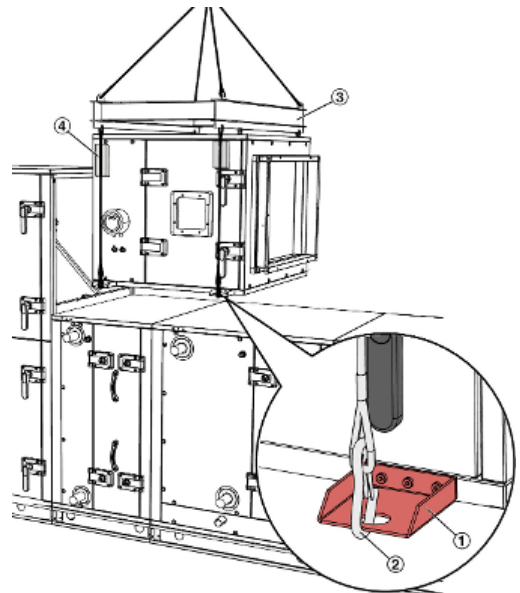

Abb. 15: Anschlag an Transportwinkel
Die Anzahl der Transportwinkel am Bauteil (Abb. 15/1) gibt die Anzahl der zu verwendenden Anschlagpunkte vor.
1. ► Anschlagmittel (Abb. 15/2) an Transportwinkel einhängen.
- Die Anschlagmittel (Transportketten oder -seile) mit geeigneten Spreizvorrichtungen, z. B. Traverse (*Abb. 15/3*) im Dachbereich auseinander halten.
- Sicherstellen, dass das Bauteil durch die Anschlagmittel nicht beschädigt wird. Die Kanten der Bauteile mit z.B. mit Distanzhölzern (*Abb. 15/4*) schützen.